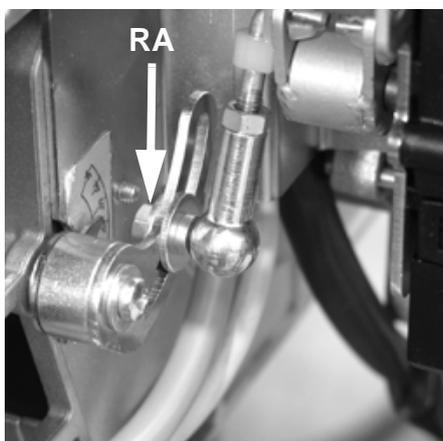
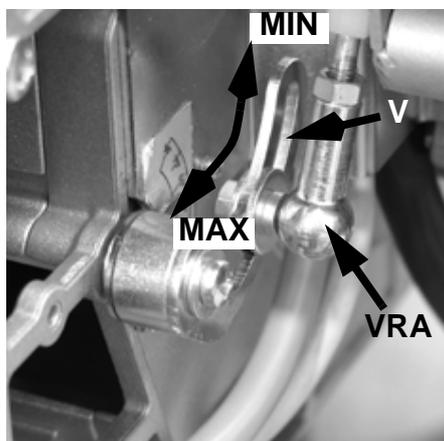

Рис. 32a
Рис. 32b
- 2 Отрегулировать расход газа на требуемое значение, воздействуя на стабилизатор давления или регулятор клапана. Для того, чтобы отрегулировать расход воздуха, расслабить гайку RA (Рис. 32a) и двигать рычажок VRA вдоль прорези, как указано на Рис. 32b, с целью увеличения или уменьшения расхода воздуха, до тех пор, пока не получите желаемый расход.